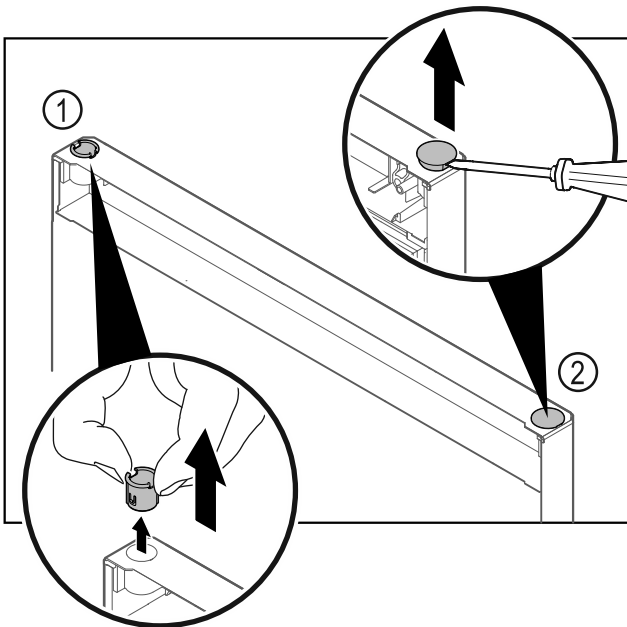

Fig. 24
- Scharnierbus Fig. 24 (1) met de vingers eruit trekken.
- Afdekstop Fig. 24 (2) voorzichtig met een sleufschroevendraaier optillen en eruit trekken.